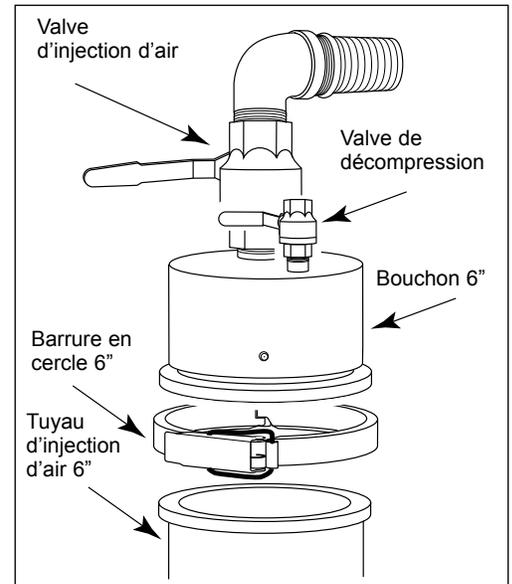
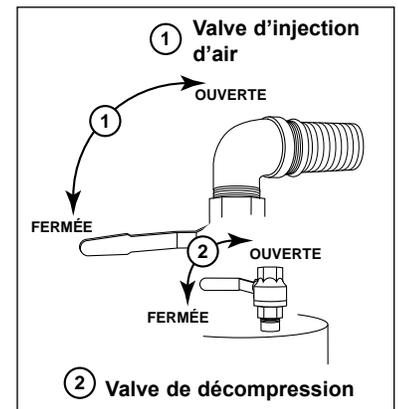

Fig.2
Fig.5
5. Avant de retirer la barrure en cercle 6" -fig.2, il est obligatoire de décompresser la ligne d'évacuation en ouvrant la valve de décompression -fig.5. Se soustraire à cet avertissement pourrait occasionner de sérieuses blessures.
6. Retirer le bouchon du tuyau d'injection d'air 6" -fig.2;
8. Réinstaller le bouchon et la barrure en cercle 6" -fig.2;
9. Ouvrir la valve d'injection d'air -fig.5;
4. Ouvrir la valve de décompression -fig.5;
5. Fermer la valve de décompression après l'évacuation complète de l'air comprimé -fig.5;
6. Avant de retirer la barrure en cercle 6" -fig.2, il est obligatoire de décompresser la ligne d'évacuation en ouvrant la valve de décompression -fig.5. Se soustraire à cet avertissement pourrait occasionner de sérieuses blessures.
11. Ouvrir la valve d'injection d'air -fig.5;